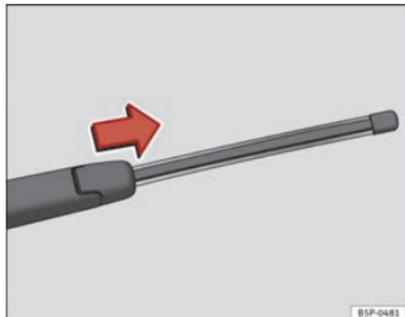

Abb. 172 Heckwischerblatt abnehmen
- Klappen Sie den Scheibenwischerarm von der Heckscheibe weg ⇒ Abb. 172.
- Schieben Sie den Wischerblattadapter in Pfeilrichtung und ziehen Sie das Wischerblatt ab ⇒ Abb. 172.